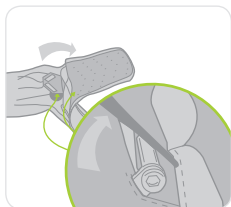

Figura 9
- Abra con la cremallera el panel trasero de la mochila e inspeccione el conector del arnés en busca de daños, distorsión, corrosión o agrietamiento. Asegúrese de que el perno de sujeción está fijo (consulte la figura 9). Si ve daños aparente, no lo utilice. Retire el Latchways PRD del servicio y póngase en contacto con Latchways.